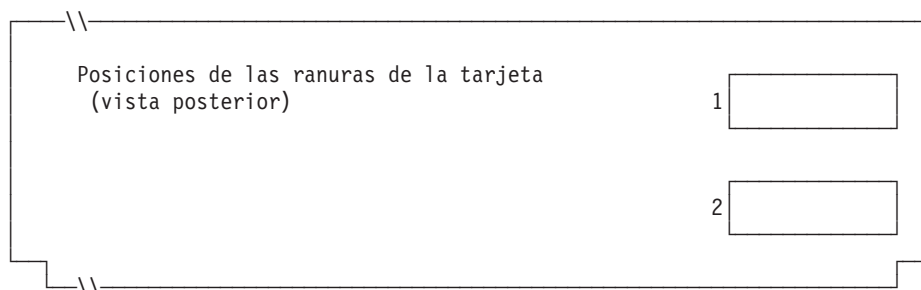

Figura 123. Parte posterior del Controlador/Terminal IBM 4694-3x7
4. En la Figura 123 marque con una X cada ranura de tarjeta que tenga instalado un Adaptador Asíncrono Dual **para que lo utilicen las aplicaciones de terminal**. No ponga ninguna X si la tarjeta va a ser utilizada por aplicaciones distintas a las de terminal.